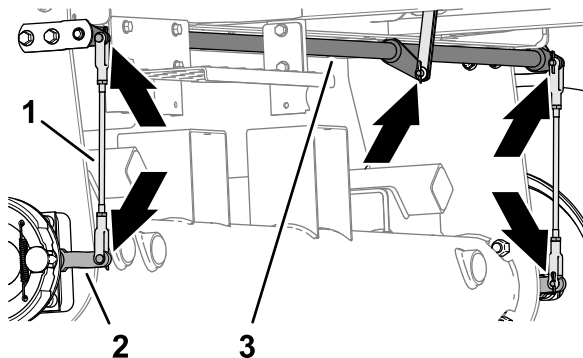

Figura 70
1. Ispezionate i gruppi delle aste dei freni di sinistra e destra (Figura 70) per escludere danni e usura.
2. Ispezionate l'albero di articolazione del freno (Figura 70) per escludere danni e usura.